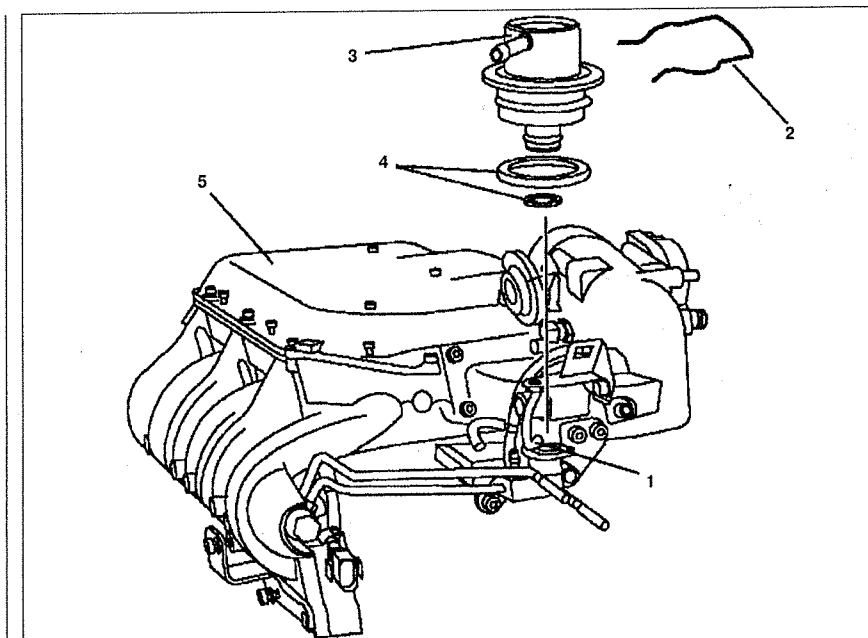

Рис. 3.43. Диафрагменный регулятор давления топлива:
1. Отсоедините вакуумную трубку 1, идущую от впускного коллектора 5 (см.рис.3.43).